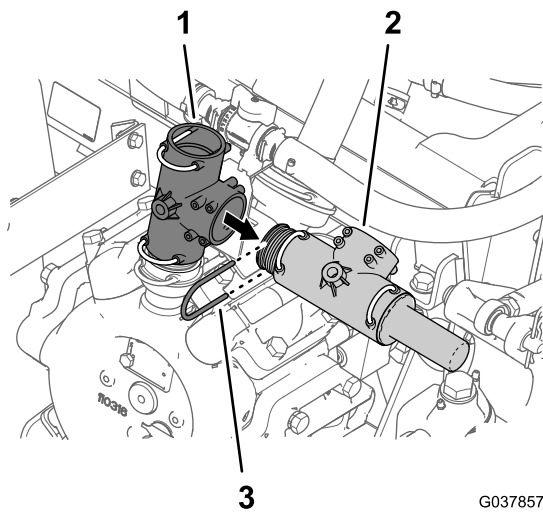

Figure 66
3. Retirez l'étrier qui fixe le raccord en T avec le clapet de décharge au raccord en T situé au sommet de la pompe de pulvérisation (Figure 66).
4. Déposez le raccord en T avec le clapet de décharge du raccord en T situé au sommet de la pompe de pulvérisation (Figure 66).